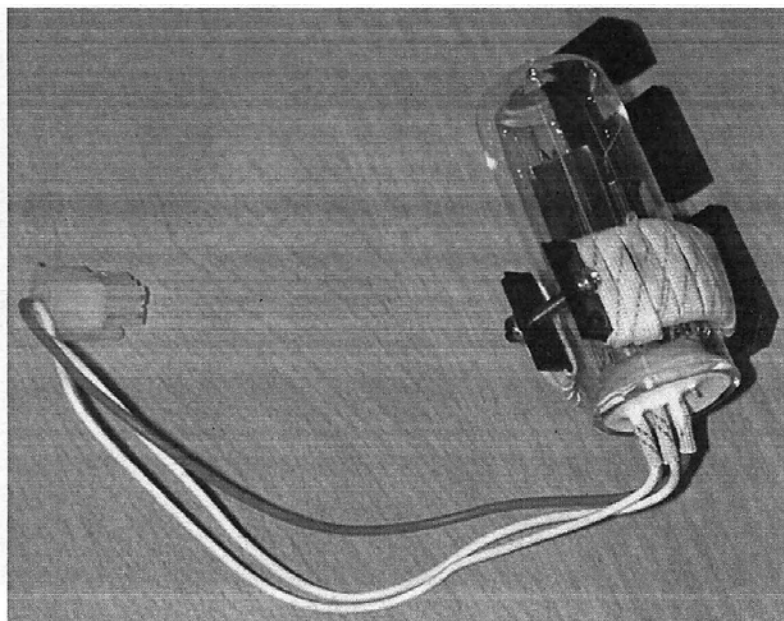

Fig A6
7. Reemplace la lámpara pre-alineada con una lámpara (Fig A6) suministrada por UNICO o por un proveedor de servicio autorizado por UNICO. Esta viene pre-ensamblada con su enchufe (sócate).